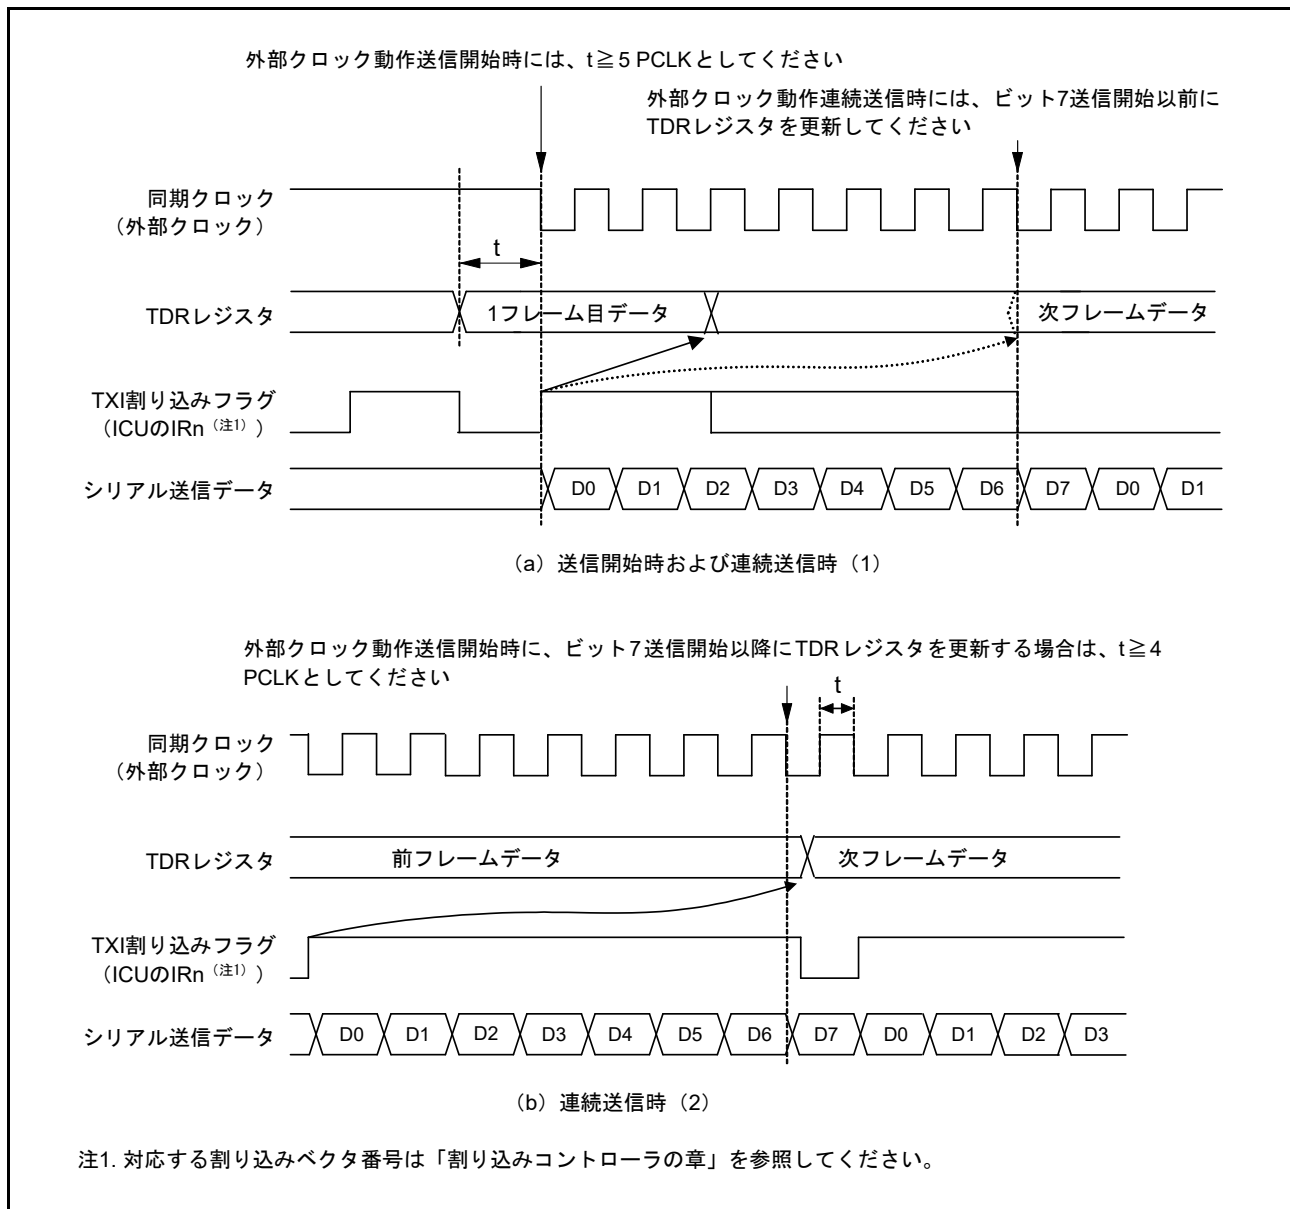

図 26.58 クロック同期式モード送信での外部クロック使用の制約事項
CPU または DTC による TDR レジスタの更新後、PCLK で 5 クロック以上経過した後に送信クロックを入力してください (図 26.58 参照)。
(2) 連続送信時
- (a) ビット7の送信クロックの立ち下がり以前に、TDR レジスタまたは TDRL レジスタに次の送信データを書き込んでください (図 26.58 参照)。
- (b) ビット7送信開始以降に TDR レジスタを更新する場合は、同期クロックが Low の期間に TDR レジスタを更新し、かつビット7の送信クロックの High 幅を、4 PCLK 以上にしてください (図 26.58 参照)。